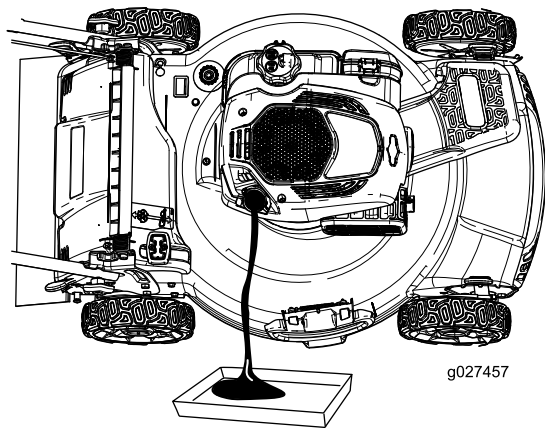

Figure 22
- Inclinez la machine sur le côté (filtre à air en haut) pour vidanger l'huile usagée par le tube de remplissage (Figure 22).